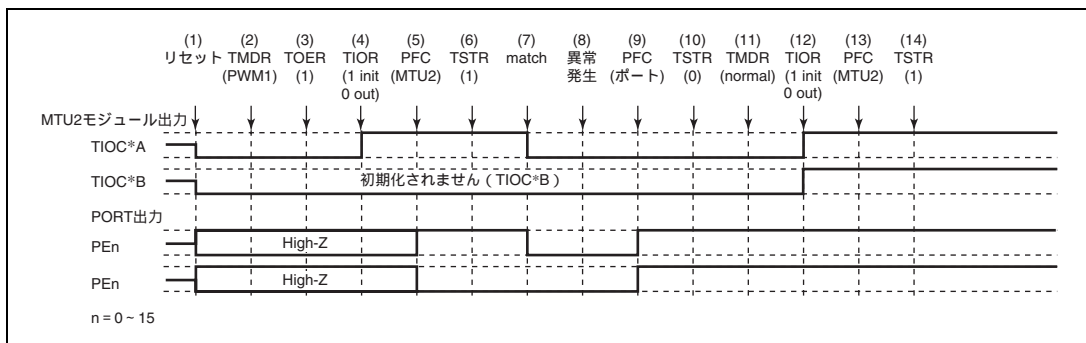

図 9.130 PWM モード 1 で異常が発生し、ノーマルモードで復帰する場合
PWM モード 1 で異常が発生し、再設定後ノーマルモードで再スタートする場合の説明図を図 9.130 に示します。
(1) ~ (10) は図 9.130 と共通です。
(11) PWM モード 1 で再スタートする場合には必要ありません。
(12) TIOR で端子を初期化してください (PWM モード 1 では TIOC\*B 側は初期化されません)。
(13) PFC で MTU2 出力としてください。
(14) TSTR で再スタートします。
(11) PWM モード 2 を設定します。
(12) TIOR で端子を初期化してください (PWM モード 2 では周期レジスタの端子は初期化されません)。
- (1) ~ (10) は図 9.130 と共通です。
- (11) 位相計数モードを設定します。
- (12) TIOR で端子を初期化してください。
- (13) PFC で MTU2 出力としてください。
- (14) TSTR で再スタートします。
(11) 波形生成部の初期化のためノーマルモードを設定してください。
(12) TIOR で PWM モード 1 の波形生成部を初期化してください。
(13) TIOR で PWM モード 1 の波形生成部の動作を禁止してください。
(14) TOER でチャンネル 3、4 の出力を禁止してください。
(15) TOCR で相補 PWM の出力レベルと周期出力の許可禁止を選択してください。
(16) 相補 PWM を設定します。
(17) TOER でチャンネル 3、4 の出力を許可してください。
(18) PFC で MTU2 出力としてください。
(19) TSTR で再スタートします。